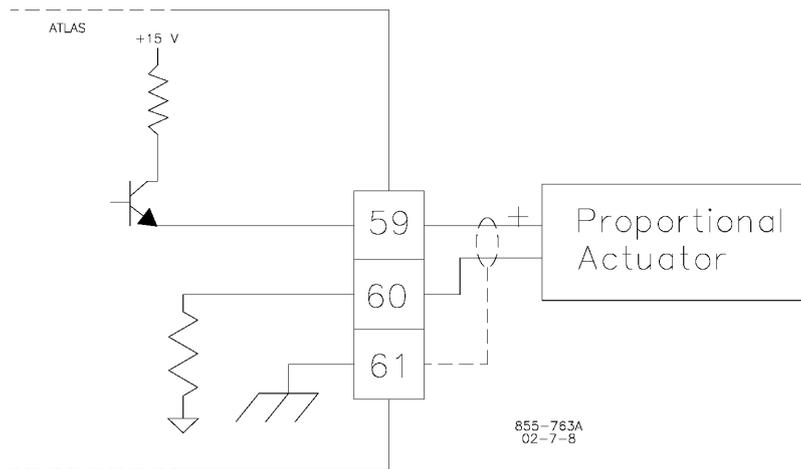

図 4-8. アクチュエータ出力と SmartCore ボードのインタフェース (配線方法の 1 例)
- アクチュエータ出力の配線については図 4-8 を参照してください。